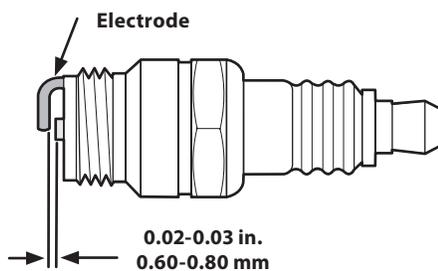

Figure 6-3
- Mesurez l'écartement de la bougie avec une jauge d'écartement. Ajustez au besoin en pliant l'électrode de côté. Voir la Fig. 6-3. L'écartement doit mesurer entre 0,030 (0,76 mm).